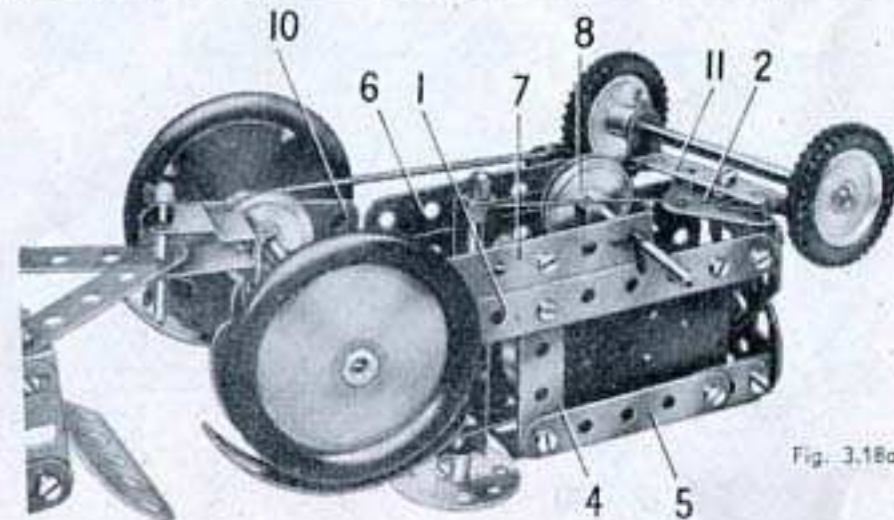

Fig. 3.18a
Chaque côté du châssis du tracteur est constitué par une bande de 11 trous (1). Ces bandes sont réunies à l'avant par une embase triangulée coudée (2) vissée sur des équerres, et à l'arrière par une bande de 5 trous (3), également fixée sur des équerres. Deux embases triangulées plates, boulonnées ensemble, sont fixées sur le rebord de l'embase triangulée coudée (2). Une bande de 5 trous (4) est fixée sur chacune des bandes (1). Les extrémités supérieures des bandes (4) sont réunies à des bandes de 5 trous (5) prolongées par des supports plats. Les bandes (5) sont reliées au radiateur par des équerres. Un moteur Magic est boulonné directement sur l'une des bandes (fig. 3.18a). Le dessus du capot est constitué par deux plaques flexibles de 6x4 cm. fixées sur des équerres boulonnées aux bandes (4); elles soutiennent une tringle de 9 cm. qui est munie d'une poulie de 25 mm. (8) reliée par une courroie de transmission à la poulie du moteur; la tringle porte également une poulie de 12 mm. (9) qui entraîne une poulie de 25 mm. montée sur l'essieu arrière. La poulie de 12 mm. est fournie avec le moteur Magic. L'essieu arrière est une tringle de 10 cm. qui passe dans des plaques semi-circulaires (10) fixées aux derniers trous de la bande (3) par des équerres renversées.